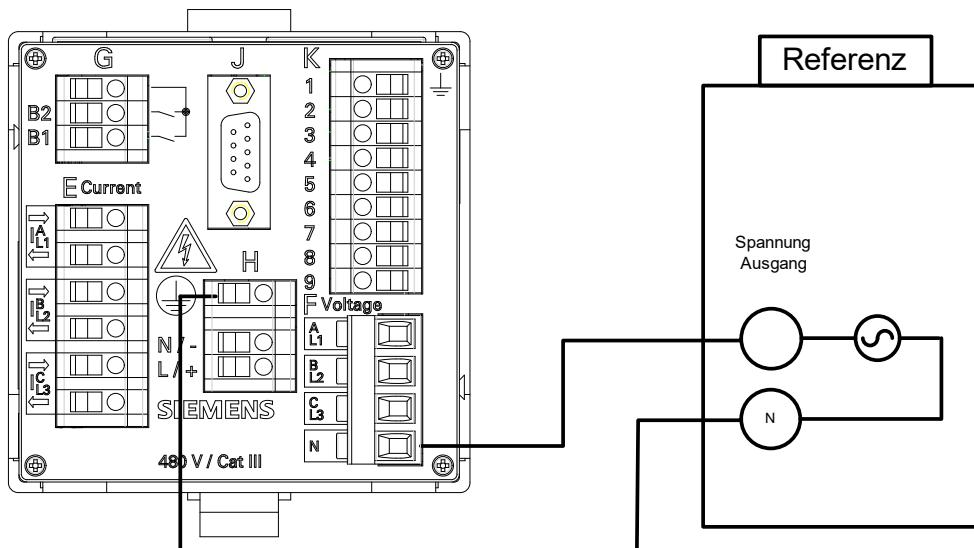

Bild 10-7 Messaufbau zum Abgleichen von UN
- ❖ Führen Sie den Messaufbau gemäß Bild 10-7 durch.